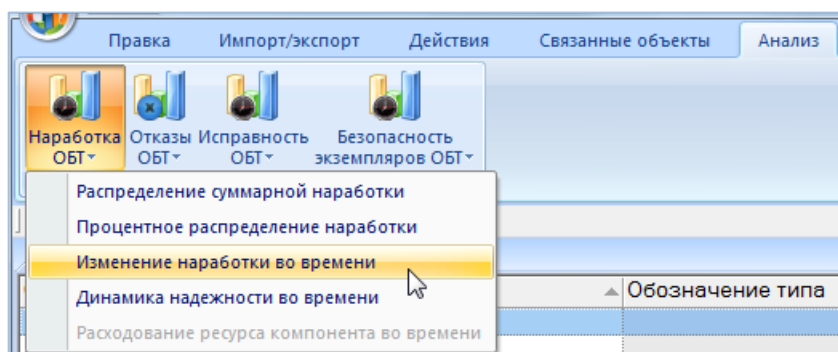

Рис. 25-37 – Выбор диаграммы по наработке
- 3) Нажать кнопку «Наработка ФИ» панели «Диаграммы» на вкладке «Анализ» и выбрать пункт «Изменение наработки во времени» (рис. 25-37).